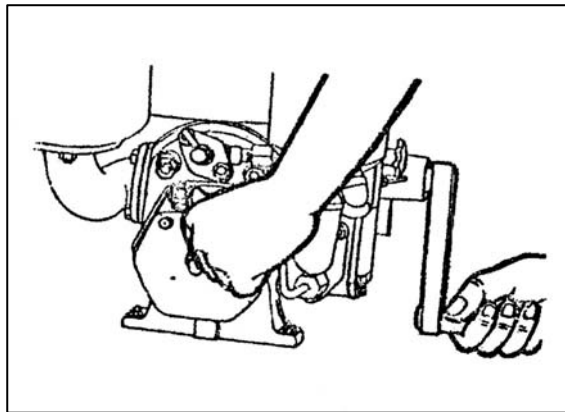

рис.3
2. Переведите рычаг декомпрессии левой рукой и додержите его, чтобы ввести в действие декомпрессионное устройство. Запустите двигатель, поворачивая правой рукой рукоятку запуска двигателя. Если двигатель начинает «кашлять», ускорьте вращение рукоятки и внезапно отпустите рычаг декомпрессии, продолжая при этом усиленно вращать рукоятку запуска двигателя. После этого двигатель запустится, и будет работать самостоятельно (Рис.3).